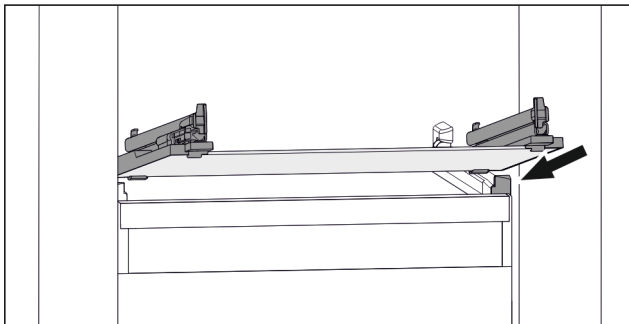

Fig. 154 Príklad zobrazenia sklenenej dosky
- Nasadte sklenenú dosku šikmo za zárážkami. (pozri Fig. 154)